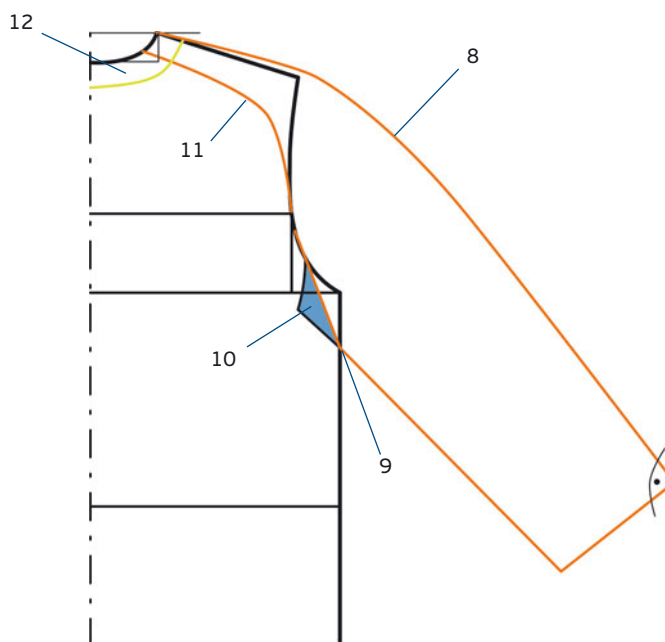

РИС. 2
10. Перечертите полученную деталь в зеркальном отражении (рис. 2, синим цветом).